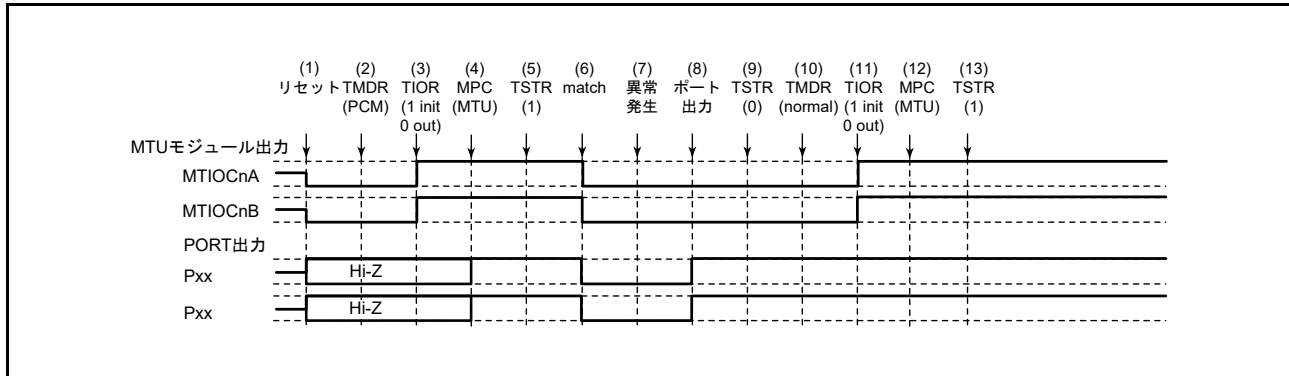

図 20.143 位相計数モードで異常が発生し、ノーマルモードで復帰する場合
位相計数モードで異常が発生し、再設定後ノーマルモードで再スタートする場合の説明図を図 20.143 に示します。
- (1) ~ (9) は図 20.143 と共通です。
- (10) PWM モード1を設定します。
- (11) TIOR レジスタで端子を初期化してください。なお、PWM モード1では MTIOCnB (MTIOCnD) 端子に波形が出力されません。出力すべきレベルがある場合は、I/O ポートのポート方向レジスタ (PDR)、ポート出力データレジスタ (PODR) で汎用出力ポートの設定をしてください。
- (12) MPC と I/O ポートのポートモードレジスタ (PMR) で MTU 出力としてください。
- (13) TSTR レジスタで再スタートします。
**(19) 位相計数モードで動作中に異常が発生し、PWM モード2で再スタートする場合の動作**
(1) ~ (9) は図 20.143 と共通です。
(10) PWM モード2を設定します。
(11) TIOR レジスタで端子を初期化してください。なお、PWM モード1では MTIOCnB (MTIOCnD) 端子に波形が出力されません。出力すべきレベルがある場合は、I/O ポートのポート方向レジスタ (PDR)、ポート出力データレジスタ (PODR) で汎用出力ポートの設定をしてください。
(12) MPC と I/O ポートのポートモードレジスタ (PMR) で MTU 出力としてください。
(13) TSTR レジスタで再スタートします。
**(20) 位相計数モードで動作中に異常が発生し、位相計数モードで再スタートする場合の動作**
(10) 位相計数モードで再スタートする場合には必要ありません。
(11) TIOR レジスタで端子を初期化してください。